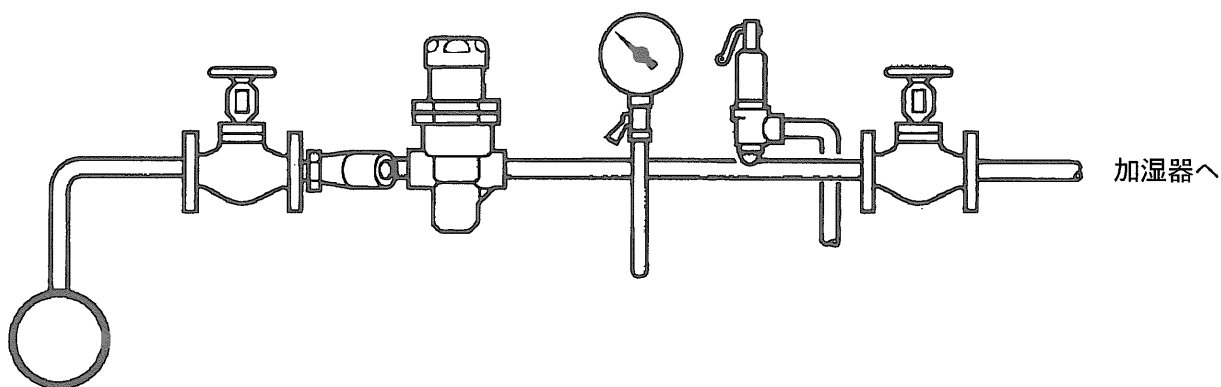

図18. 重要度が低く、蒸気がドライで低流量の場合の減圧弁回り。スパイラックス製BRV型減圧弁使用の設置例。
2. 各加湿器には仕様通りの設計蒸気圧力を供給します。ある条件では減圧する必要がある場合があります。(図18、19を参照)